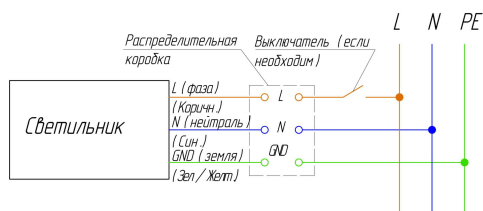

Рисунок 6. Подключение светильника к сети $\sim 230\text{В}$.
- произведите соединение кабеля светильника с питающим кабелем. Соединение необходимо производить в распределительной коробке, либо другим допустимым по ПУЭ и ПТЭЭП способом. При этом необходимо соблюдать полярность соединения проводов: коричневый – фазный проводник, синий – нейтральный проводник, зеленый/желтый – защитный проводник («земля») см. рисунок 6.